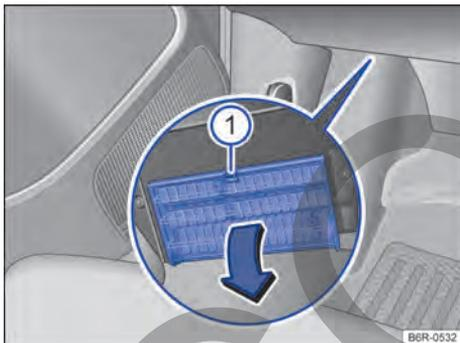

Fig. 143 En el lado del conductor debajo del panel de instrumentos: abra la cubierta de la caja de fusibles.
- **Abrir:** presione la palanca de bloqueo → fig. 143  hasta que se abra la cubierta.